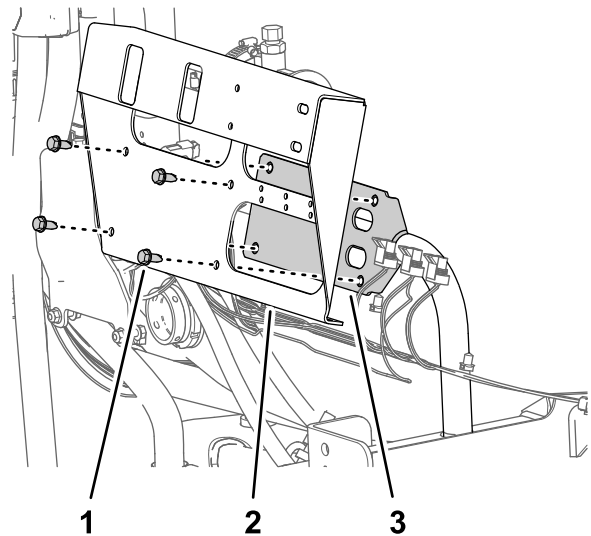

Bild 71
3. Entfernen Sie die vier Bundkopfschrauben (5/16" x 3/4"), mit denen die Abschnittventilhalterung an der Ventilbefestigung befestigt ist, und nehmen Sie die Ventilhalterung von der Maschine ab (Bild 71).